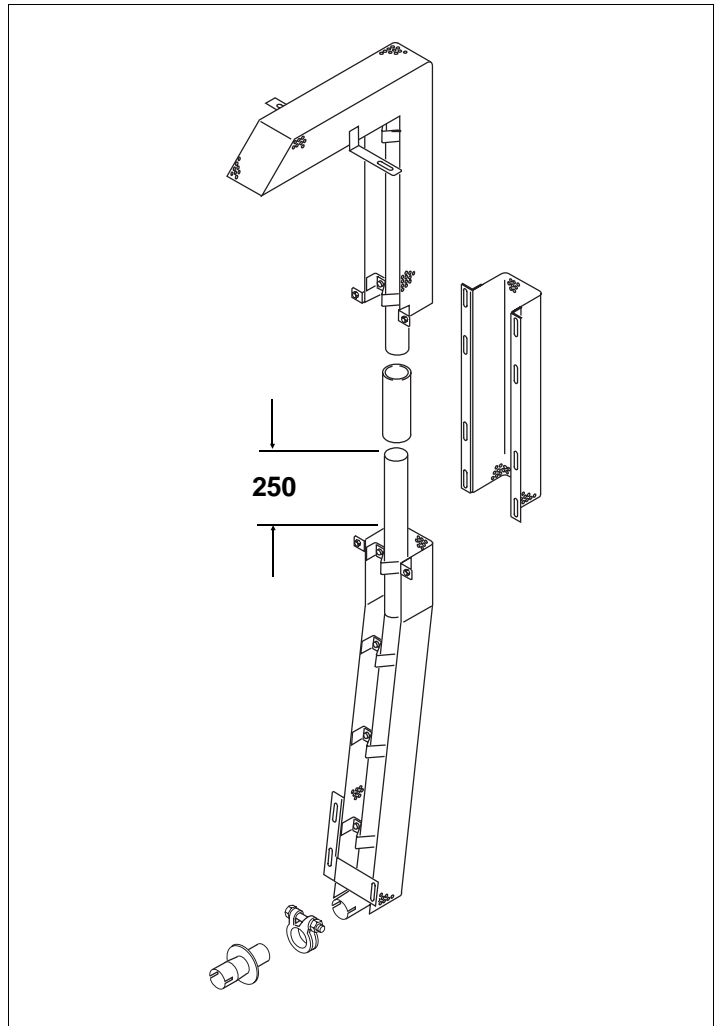

Bild 27 Abgasrohr Kabine I
Bei der Montage ist das Abgasrohr durch Absägen auf die richtige Länge an die Kabine I anzupassen (siehe Bild 27)
- Bei Anbau an Kabine I muß das Abgasrohr-Unterteil gemäß Bild 27 um 250 mm gekürzt werden